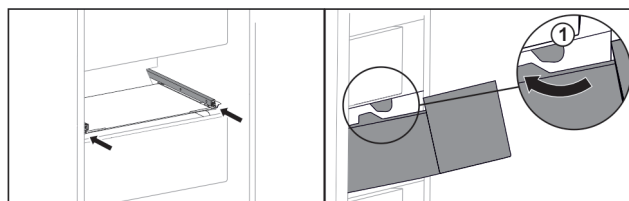

Fig. 115
- ▶ Vedte zásuvku podél zářezek Fig. 115 (1).